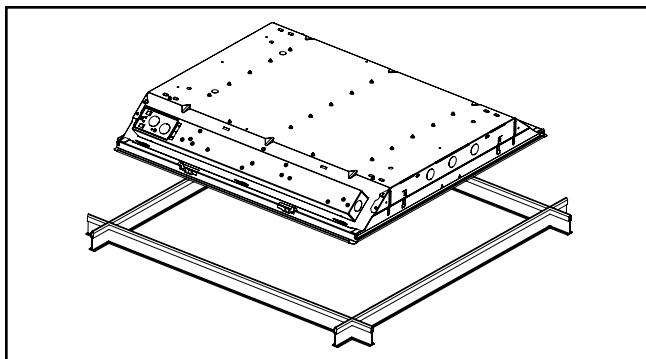

Figure 1.
2. Installez le luminaire dans le système de grille en T du plafond. Assurez-vous que le luminaire est sol idemment installé dans le système de grille en T. (Figure 1)